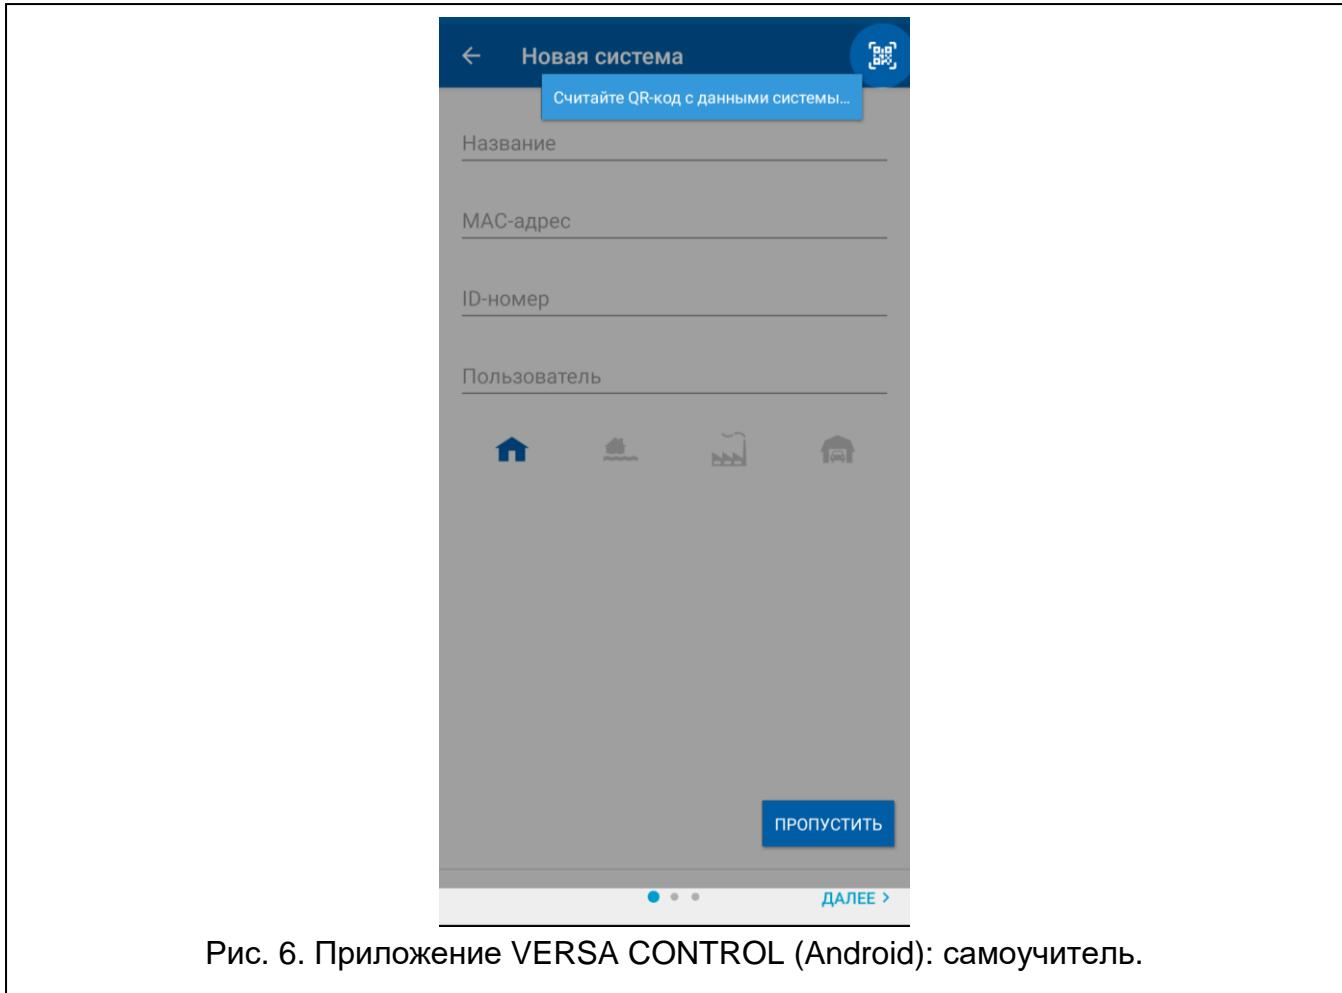

Рис. 6. Приложение VERSA CONTROL (Android): самоучитель.
2. Отобразится самоучитель (рис. 6). Коснитесь «Пропустить», чтобы пропустить его.